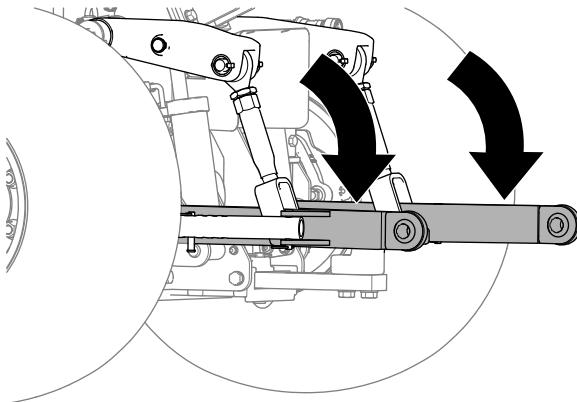

図 14
1. トラクションユニットの下リンクアームを下げる 図 14。